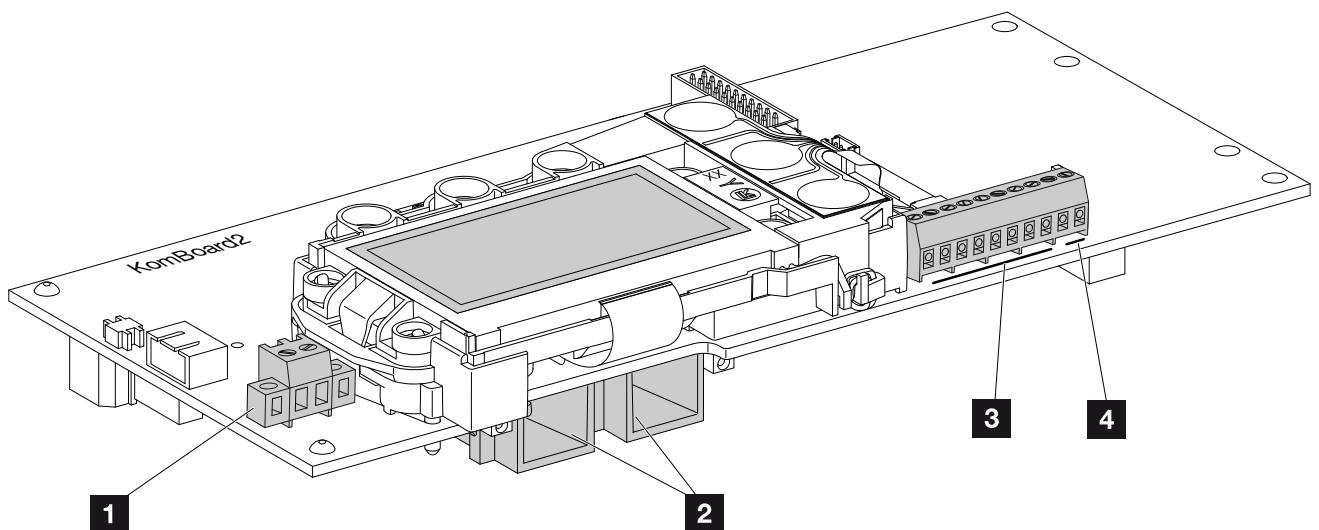

Fig. 32: Componentes da placa de comunicação
6. Encaixe as tomadas e os conectores dos strings CC no inversor. **Fig. 32**